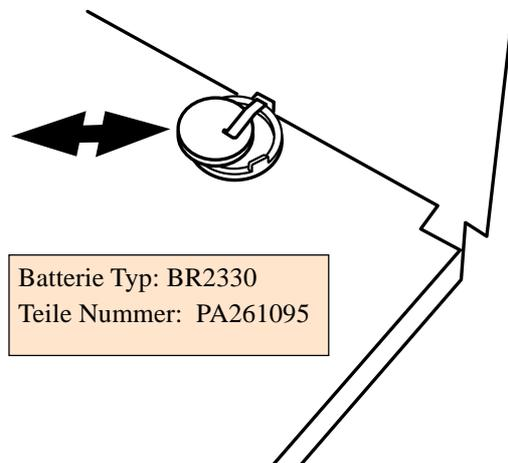

Abbildung B3.2d Batterie wechseln
5. Nehmen Sie die Batterie aus der Halterung wie in Abbildung B3.2d.